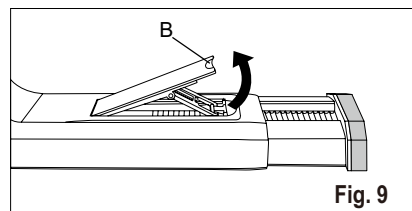

Fig. 9
1. Aprire il telaio scorrevole della finestra e sollevare la leva di bloccaggio del kit di scorrimento a finestra (fig. 9)